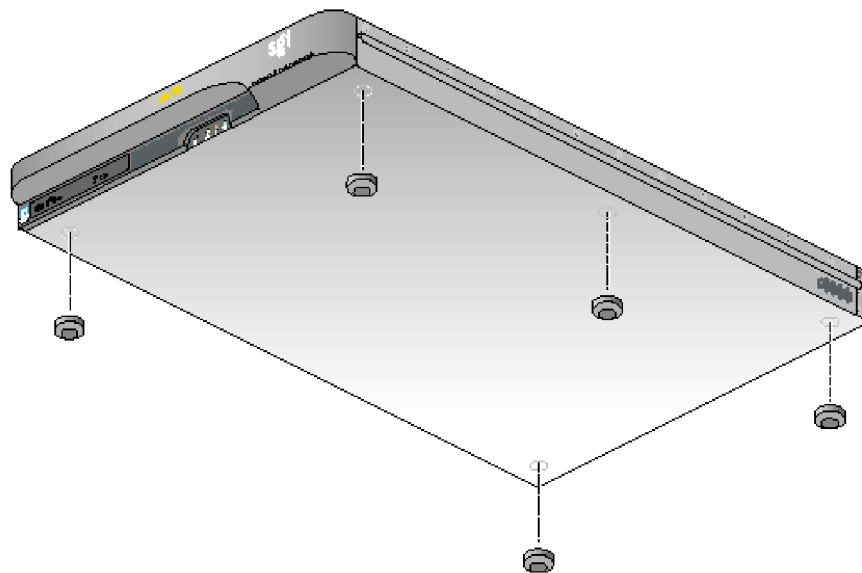

Figure 1-4
2. Enlevez la pellicule protectrice des pieds et mettez ces derniers sur les marques circulaires à la base de l'unité, comme il est indiqué à la figure 1-4.